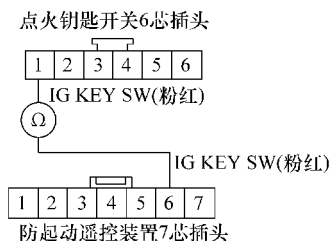

图 10-13 测试 6 号端子与
- 10) 如图 10-13 所示，检查防起动遥控装置 7 芯插头 6 号端子与点火钥匙开关 6 芯插头 1 号端子之间的导通性。是否导通？